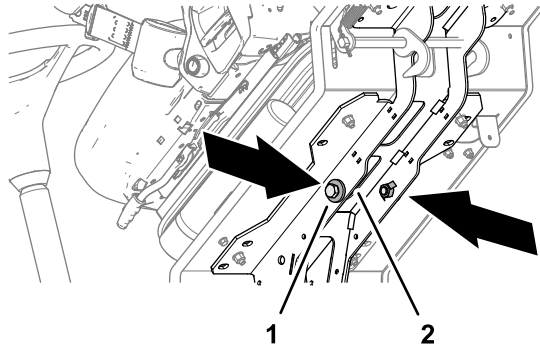

Bild 42
- Entfernen Sie die beiden Schrauben (12 x 40 mm) und die beiden Beilagscheiben (12 mm) in den Stützschiene der Plattform (Bild 42).